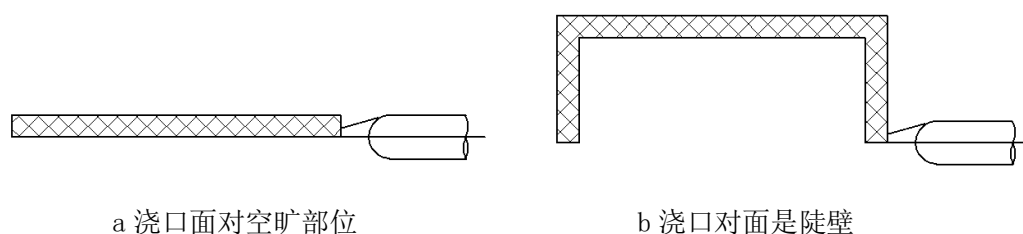

图 6-7 分流道样式设计
3) . 当浇口面对空旷部位填充时, 流道应设计成 S 形、m 形、L 形, 以防止浇口部位产生喷射; 当浇口面对陡壁填充时, 流道可以不用设计成 S 形, 以防止压力损失过大。如图 6-7 所示。